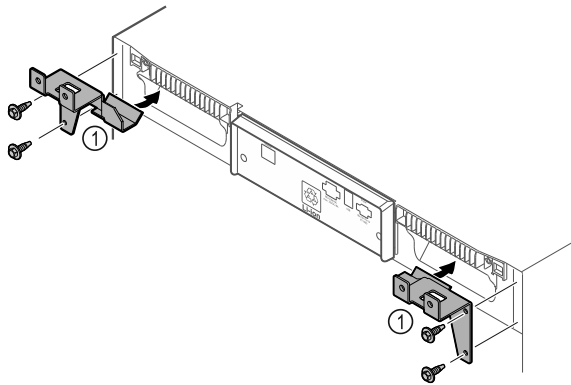

Fig. 10
- Halteteile Fig. 10 (1) mit selbstschneidenden Schrauben am Gerät montieren.